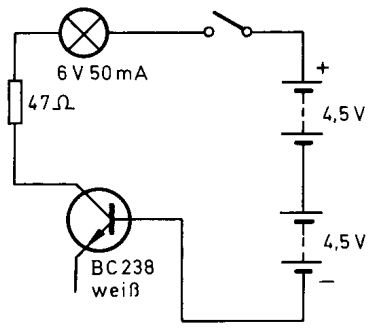

bild 79
Ändra sedan på uppbyggnaden enligt fig 79, 80, så att kollektorn (C) förbinds med pluspolen över motståndet, lampan och strömbrytaren, och basen (B) förbinds direkt med batteriets minuspol. Lyser lampan nu också?